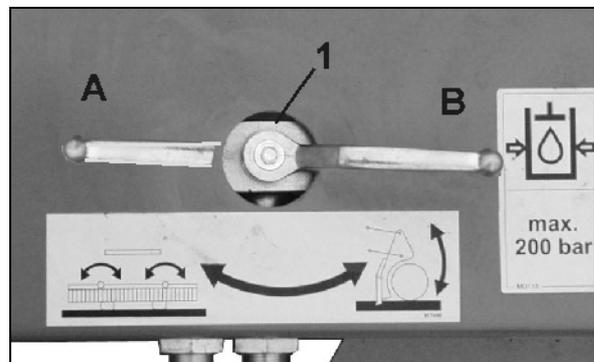

Fig. 28
1. Ajustar la llave de cierre (Fig. 28/1) en posición B.